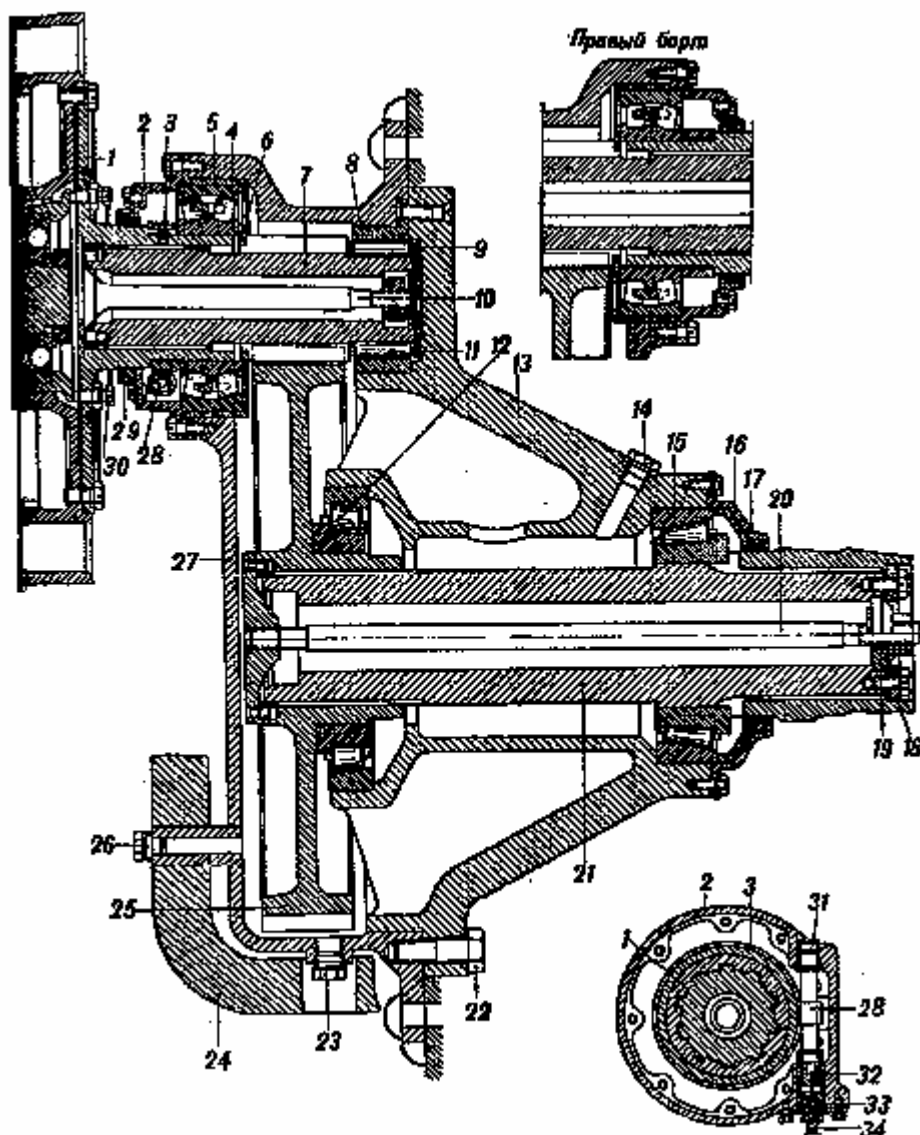
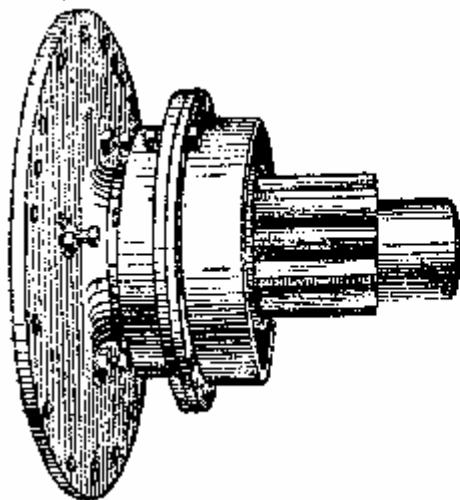
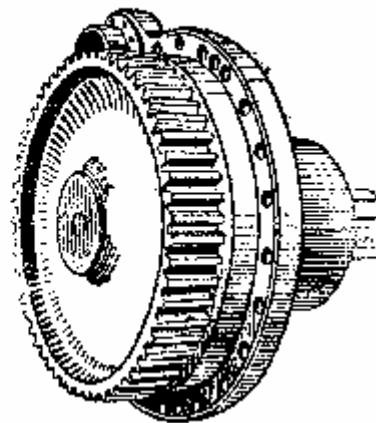
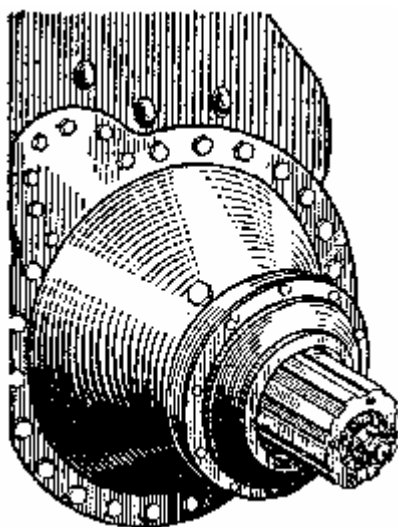

Рис. 121. Бортовая передача (в разрезе):
Рис. 122. Ведущая часть бортовой передачи
Рис. 123. Ведомая часть бортовой передачи
Рис. 124. Бортовая передача, установленная на танке
Бортовую передачу (рис. 121) монтируют в картере 27, приваренном и приклепанном к кормовому и бортовому листам корпуса, и в крышке 13, крепимой болтами к картеру. Выступающая из корпуса часть картера закрыта, приваренным броневым колпаком 24. Весь механизм делится на две части: ведущую (рис. 122) и ведомую (рис. 123).
Ведущая часть бортовой передачи состоит из следующих основных деталей: ведущего валика 7 (см. рис. 121), выполненного заодно с шестерней в 10 зубьев, фланца 1, сидящего на шлицевом хвостовике ведущего валика, и струны 10, скрепляющей ведущий валик с фланцем. Под гайку струны ставят пружинящие шайбы.
Ведомую часть бортовой передачи монтируют в крышке картера 13 (см. рис. 121), и состоит она из следующих основных деталей: ведомой шестерни 25, ведомого вала 21 и струны 20.
Сборка бортовой передачи производится отдельно по узлам — ведущего и ведомого валов. Узел ведущего вала собирается на фланце 1 крепления наружного барабана бортового фрикциона, а узел ведомого — в крышке 13 (см. рис. 121) картера бортовой передачи. Устанавливают бортовую передачу на корпусе танка (рис. 124) также по узлам: сначала узел ведущего вала, а потом ведомого вала.
- 1) Запрессовать в крышку 2 (см. рис. 121) втулки 31 и 33 привода к спидометру и подогнать валик привода к спидометру так, чтобы он свободно вращался во втулках; подгонку производить, слегка разворачивая втулки, а после подгонки вынуть валик.
1. Запрессовать в гнезде крышки картера до упора наружные кольца конических роликоподшипников 12 и 15 (см. рис. 121). Запрессовку производить лёгкими ударами молотка по выколотке из красной меди (или мягкой стали), распределяя удары равномерно по торцу кольца подшипника. Бить молотком по кольцу, подшипника категорически воспрещается.